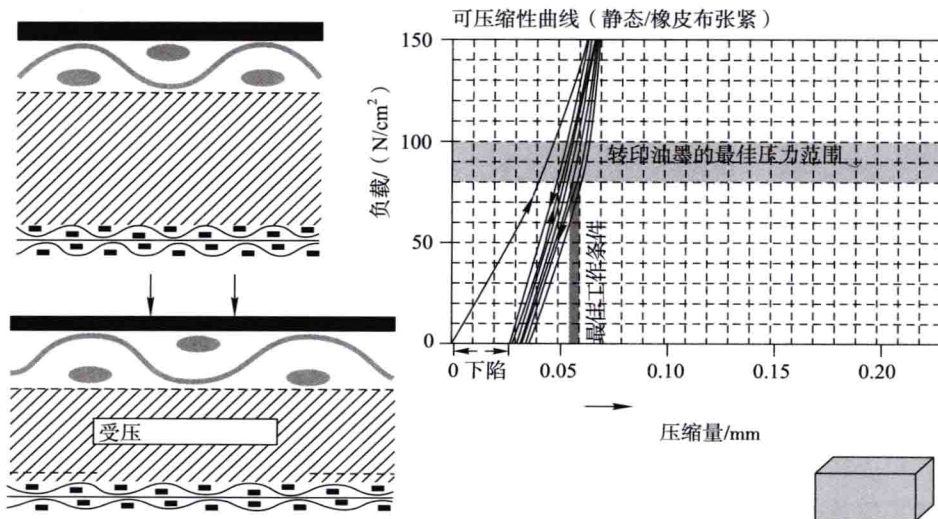
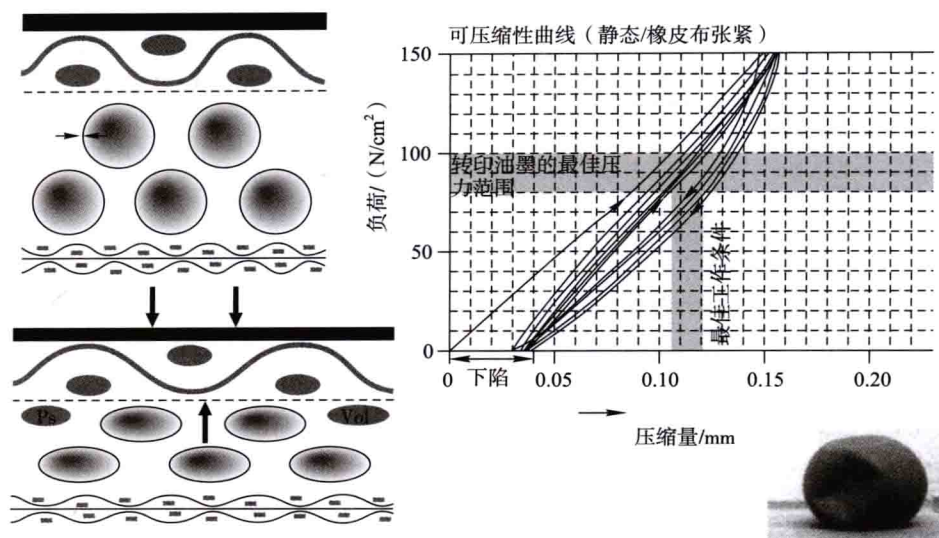

图 1-7 普通印刷橡皮布的压缩性
图 1-8 微球体气垫橡皮布的压缩性
(1) 压缩性比较如图 1-7、图 1-8 所示。在 10kgf/cm² 压力条件下，实垫橡皮布受力并未压缩，压缩率（实为下陷）仅 3%；微球体气垫层橡皮布微球体受力压缩，压缩率为 6%。根据各国橡皮布制造企业的一般认定：凡压缩性 < 4.5% 的橡皮布为非压缩性橡皮布，压缩性 ≥ 4.5% 的橡皮布为可压缩性橡皮布。